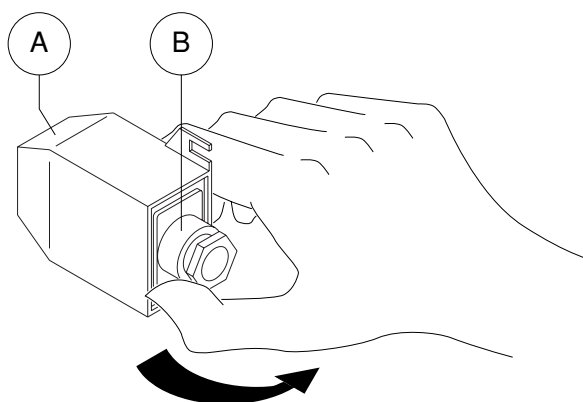

fig. 1
- Togliere la placca con pressacavo B dal supporto della sonda A agendo come alla fig. 1.